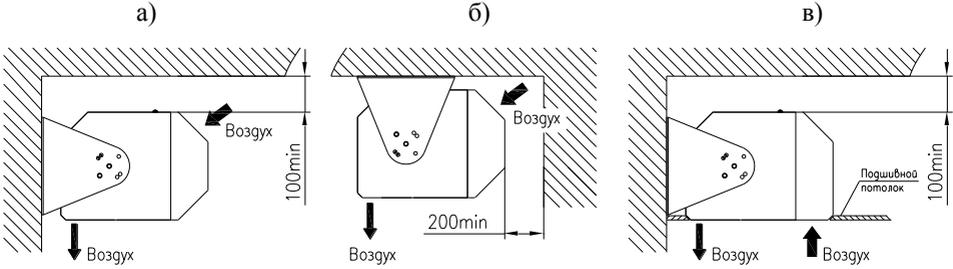
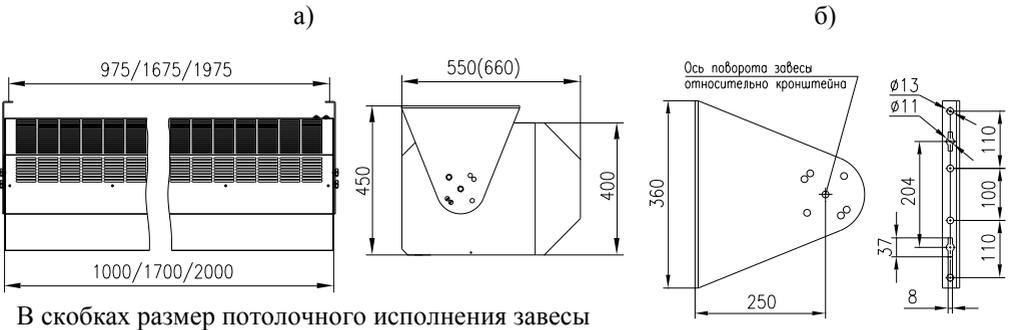

Рис. 1. Конструктивные схемы горизонтальной установки завес «Рубеж-Турбо»
Рис. 2. Кронштейны для крепежа завес к потолку и стене. Габаритные размеры завес.
6.3 Принцип действия завесы заключается в том, что воздушный поток втянутый лопастями центробежных вентиляторов через ряды отверстий на корпусе, проходит через ТЭН-ы (в моделях «Рубеж-Турбо-1009», «Рубеж-Турбо-1012», «Рубеж-Турбо-1712», «Рубеж-Турбо-1718», «Рубеж-Турбо-2018», «Рубеж-Турбо-2024»), нагревается (при включенных ТЭН-ах) и выбрасывается через воздуховыпускную решетку в нижней части корпуса (см. Приложение 1, Рис.1 и 3), образуя на выходе воздушную завесу.
6.5 Конструкция специальных кронштейнов на боковых стенках завесы обеспечивает надежное крепление завесы к потолку или стене с помощью анкеров длиной не менее 100 мм и диаметром не менее 10 мм. Крепление корпуса завесы на кронштейны осуществляется с помощью болтов M12×30 (см. Рис.2, Приложение 1). Специальные кронштейны на боковых стенках завесы позволяют дополнительно регулировать угол наклона корпуса завесы на $\pm 9^\circ$ относительно вертикали, увеличивая диапазон изменения угла направления воздушного потока (см. Рис.3, Приложение 1).
6.6 При необходимости установки завесы в пространство между подшивным и основным потолками помещения рекомендуются завесы в специальном конструктивном исполнении, при котором воздухозаборные отверстия располагаются в нижней части корпуса: «Рубеж-Турбо-П» (см. Рис.1в,
7.2 Закрепить кронштейны завесы на стене или к потолку с помощью анкеров диаметром 10 мм (см. Рис.2, Приложение 1), выдерживая расстояния от потолка или стены, указанные на Рис.1, Приложение 1. Закрепить корпус завесы на кронштейнах при помощи болтов М12×30 и шайб гровера 12 (из комплекта).
- При невозможности монтажа пульта в непосредственной близости от завесы конструкция пульта управления предусматривает подключение внешнего термодатчика к клеммам пульта. При этом переключатель J1 (см. рис.2 и рис.3, паспорта на пульт RCU-AS) должна быть установлена в положение соответствующее использованию внешнего термодатчика.